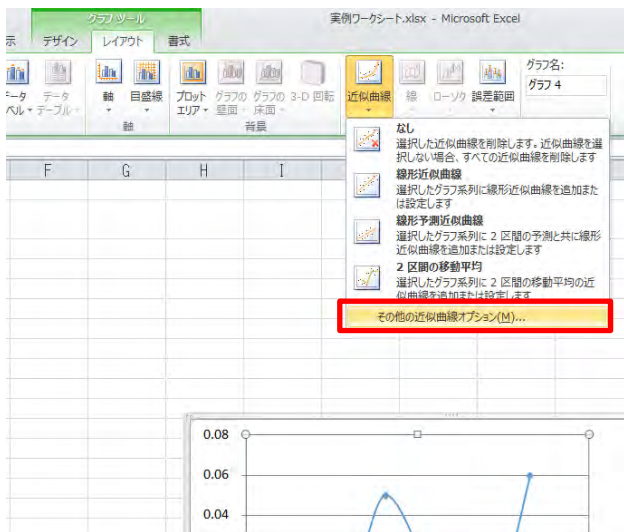
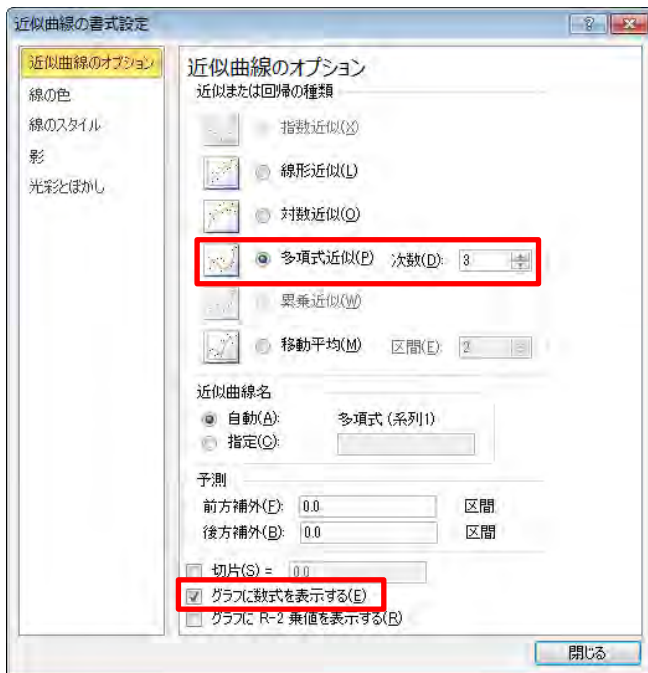

図 14. Office Home and Business 2010 で誤差多項式を表示させる (その 1)
図 15. Office Home and Business 2010 で誤差多項式を表示させる (その 2)
つづいて散布図グラフをクリックすると、リボンの上に「グラフツール」と表示されます (図 14 の上部緑色の部分)。ここでレイアウト・タブをクリックし、近似曲線をクリックします。現れたプルダウンから、さらに「その他の近似曲線オプション (M)」をクリック。こうすると図 15 の「近似曲線の書式設定」が表示されます。